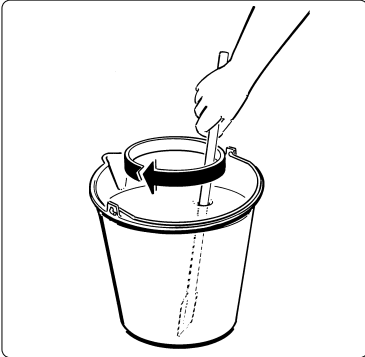

Abb. 3
- a) Das Produkt unter Befolgung der Angabe des Herstellers in einem gesonderten Behälter verdünnen und mischen (siehe Abb. 3).